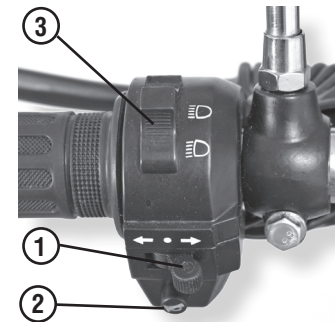

Рис. 7 Блок переключателей на руле левый
**Переключатель указателей поворотов** (рис. 7, поз. 1). Переключатель указателей поворотов используется для включения и выключения указателей поворотов. Для включения указателей сдвиньте рычажок вправо или влево от среднего положения. При этом начнут мигать указатели поворотов и лампа-индикатор на панели приборов. Для прекращения работы указателей поворотов верните рычажок в среднее положение.
**Кнопка звукового сигнала** (рис. 7, поз. 2). В случае необходимости подачи звукового сигнала нажмите на кнопку.
Переключатель света фар (рис. 7, поз. 3) имеет два фиксированных положения:  ближний свет,  дальний свет.